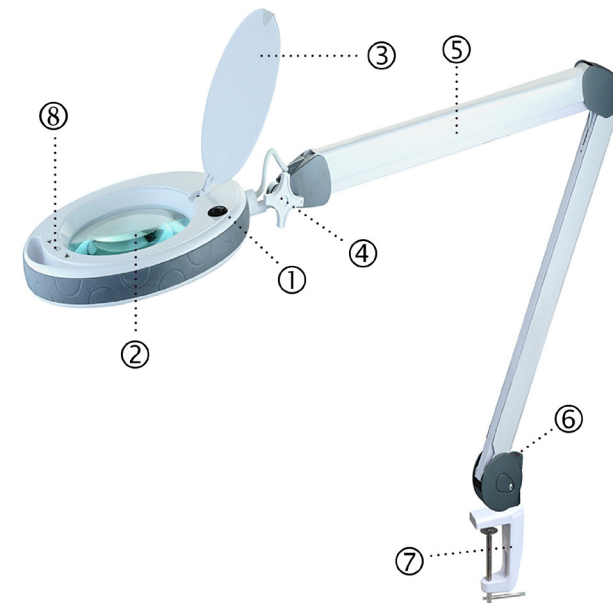

Abbildung 1: Aufbau der LED-Lupenleuchte
4. Fixieren Sie den Kopf mit der Fixierschraube (4, Abbildung 1).
5. Schließen Sie das mitgelieferte Netzteil an die Netzteilbuchse (6, Abbildung 1) der LED-Lupenleuchte an.
Lösen Sie die Fixierschraube (4, Abbildung 1), legen Sie den gewünschten Winkel fest und ziehen Sie die Fixierschraube wieder an.